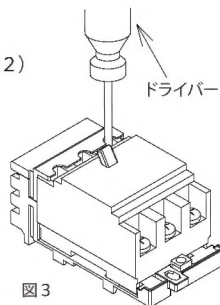

図3
- ③電源側端子を表1の標準締付トルク一覧表の値で締付けてください。(図3)